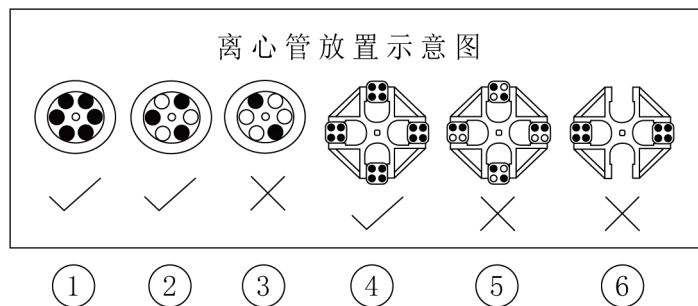

图 1—到图 3 为角转子的示意图，图 4—到图 6 为水平转子的示意图
- 1、图 1 是正常的 6 孔离心管放满转子的状态，转子正常的 6 点平衡受力；